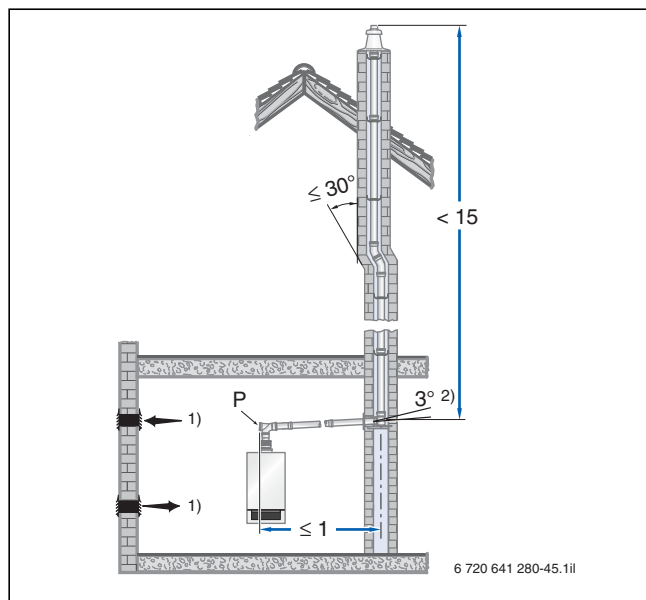
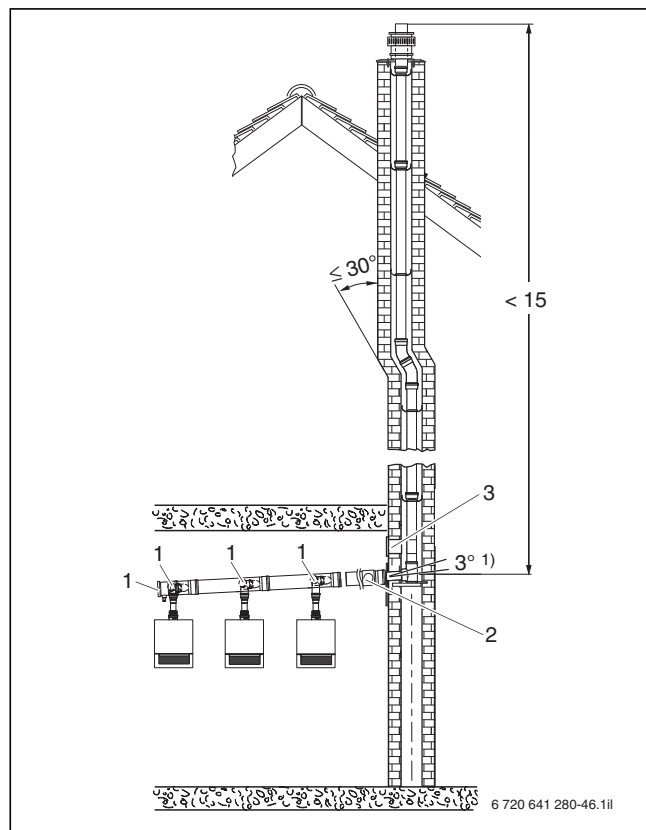

Bild 129 Beispiel zur Anordnung der Prüföffnung (P) bei einer waagerechten Abgasleitung ohne Umlenkung im Aufstellraum (Maße in m)
Bild 130 Beispiel zur Anordnung der Prüföffnung bei einer Kaskade (Maße in m)
Gemäß DIN 18160-1 und DIN 18160-5 müssen Abgasanlagen für raumluftabhängigen Betrieb leicht und sicher zu überprüfen und ggf. zu reinigen sein. Hierzu sind Prüföffnungen einzuplanen (→ Bild 129 und Bild 130).
- An der Stirnseite im geraden, waagerechten Abschnitt der Abgasleitung höchstens 1 m von der Umlenkung in den senkrechten Abschnitt entfernt, sofern sich dazwischen keine Umlenkung befindet (→ Bild 129) **oder**
- Seitlich im waagerechten Abschnitt der Abgasleitung höchstens 30 cm von der Umlenkung in den senkrechten Abschnitt entfernt (→ Bild 130, [2]).
- Die untere Prüföffnung bei DN 160 und DN 200 entsprechend Bild 130, [2] angeordnet ist
- Die untere Prüföffnung nach DIN 18160-1 und 18160-5 ausgeführt ist (→ Bild 129 und Bild 130).